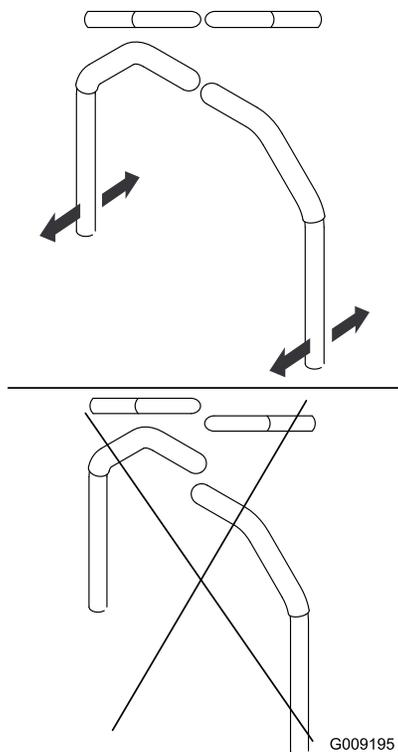

Figura 47
9. Allineate le leve latitudinalmente portandole assieme in posizione FOLLE, fatele scorrere finché non sono allineate e serrate i bulloni (Figura 47).